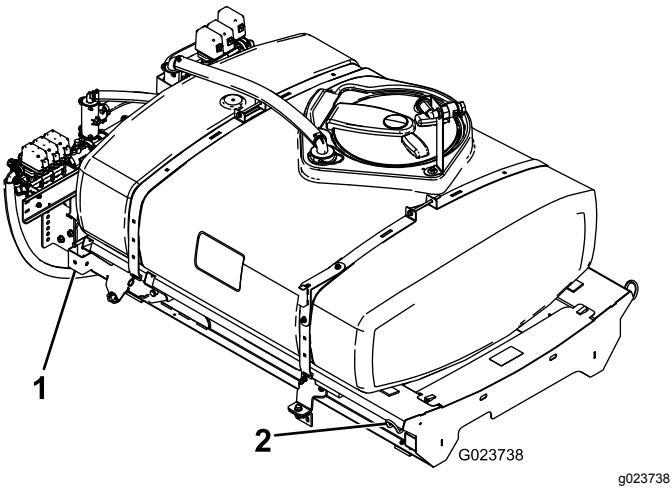

Figura 9
1. Usando un mezzo di sollevamento, alzate il gruppo del telaio di supporto del serbatoio (Figura 9) e posizionatevi sopra il telaio del veicolo con la pompa e i gruppi valvola rivolti verso la parte posteriore.